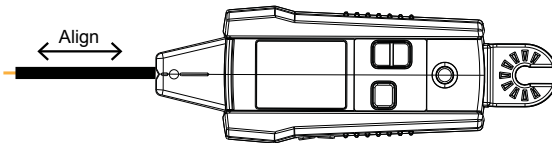

Figura 3.1f
3. Para obtener los mejores resultados al rastrear cables energizados, alinee la marca de la punta del sensor de punta con la dirección del cable, tal como se muestra (consulte la Figura 3.1f/g). Si no se alinea correctamente, es posible que la señal no se detecte. Para comprobar la dirección del cable, gire periódicamente el AT-6000-RE 90 grados. La intensidad de señal será más alta cuando esté alineado con la marca del sensor de punta.